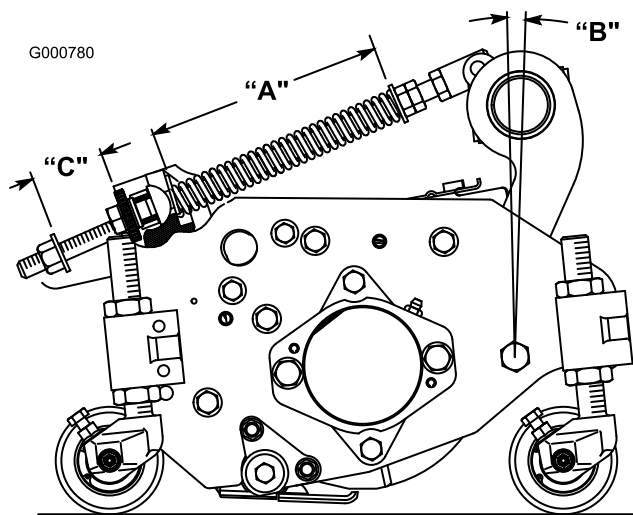

図 8
ターフ補正スプリング 図 8 は、キャリアフレームとカuttingユニットをつないでおり、前後の揺れの大きさの調整と、移動走行中や旋回動作中の地上高の調整を行っています。
1. スプリングロッド後部のロックナットを締め、スプリングブラケット後部とワッシャ前面との間のすきまCを 25 mm とする 図 8。
2. スプリングロッド前部の角ナットを締めて、スプリング圧縮状態の長さが203 mmになるようにする 図 8。
**注** ラフで使用する時やアンジュレーションの大きなフェアウェイを刈る時は、上記の長さAを216 mmとし、スプリングブラケット後部とワッシャ前面のすきまCを38 mmとしてください 図 8。